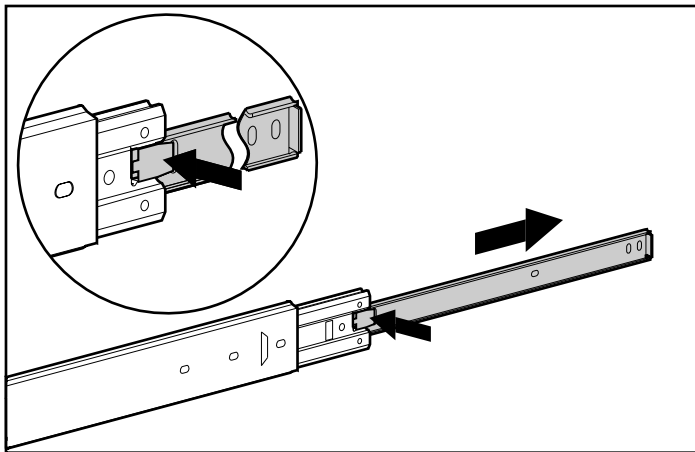

Abbildung 3-3: Trennen der Komponentenschiene von der Trägerschiene
2. Ziehen Sie die Komponentenschiene aus der Trägerschiene, bis der Freigaberiegel der Komponentenschiene einrastet. Halten Sie den Riegel gedrückt, und ziehen Sie, wie in Abbildung 3-3 gezeigt, die Komponentenschiene aus den Trägerschienen.